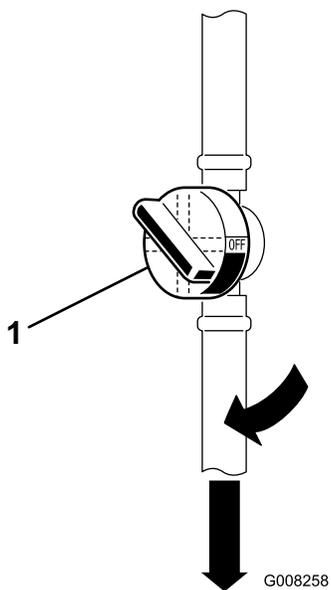

Figure 10
- Ouvrez le robinet d'arrivée de carburant situé entre le réservoir de carburant et le moteur (Figure 10).